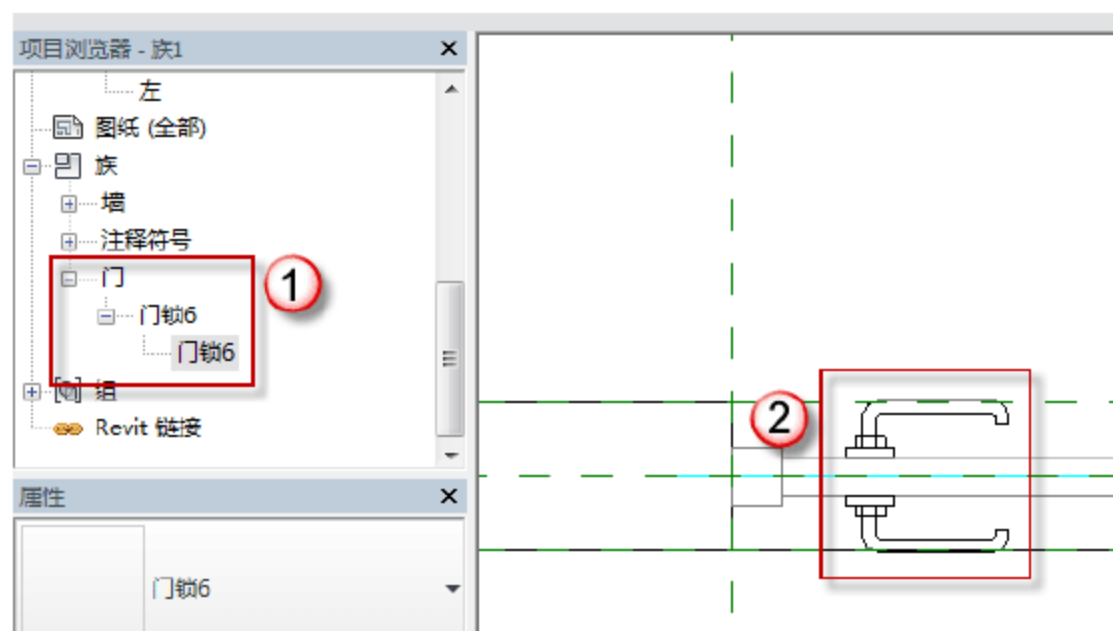
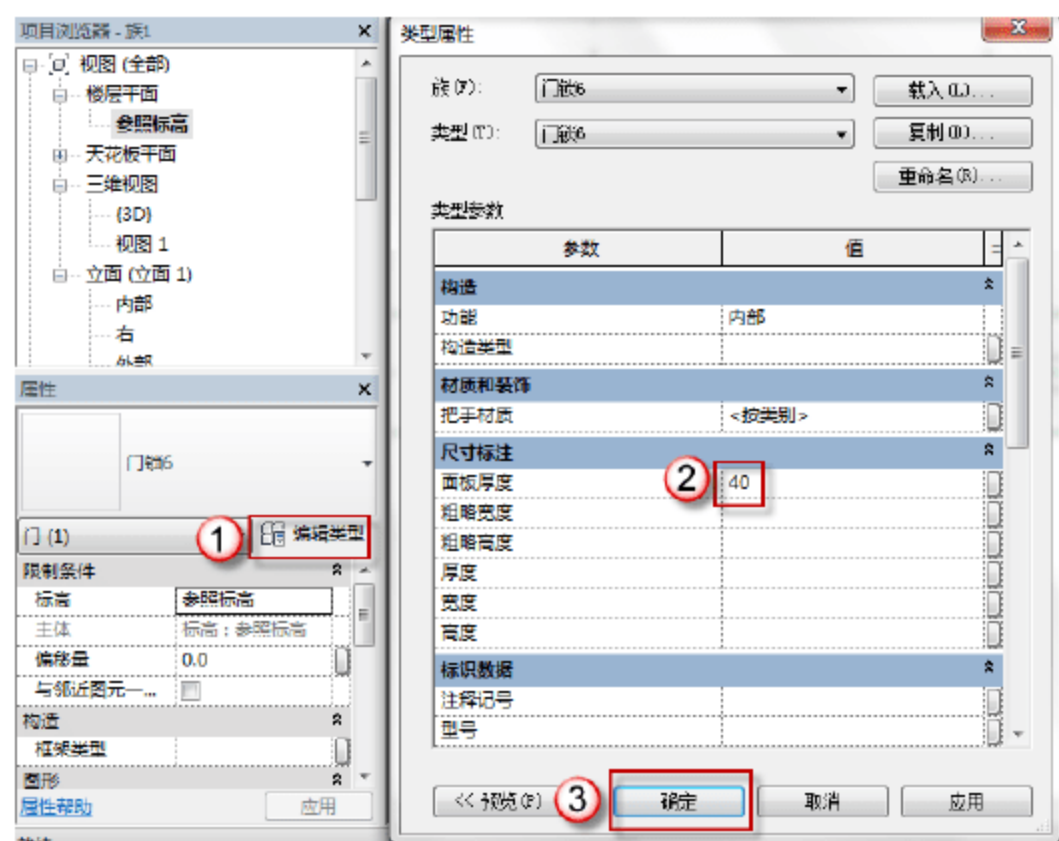

图 6.1.138 绘制门锁 6
图 6.1.139 修改“门锁 6”的面板厚度
(20) 绘制门锁 6。选择“项目浏览器”中的“族”→“门”→“门锁 6”选项,单击门锁 6 将其拖动至绘图区域如图 6.1.138 所示位置,按 Esc 取消插入族命令。单击“属性”面板中的“编辑类型”按钮,弹出“属性类型”对话框,在“尺寸标注”栏的“面板厚度”中输入“40”字样,单击“确定”按钮,如图 6.1.139 所示。